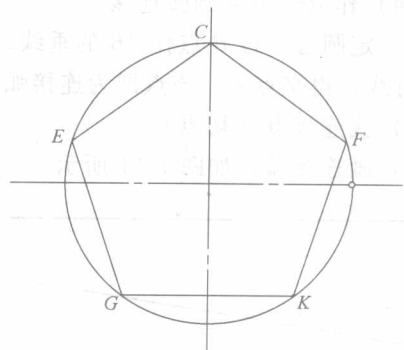

图 1-6 五角星图形的绘制 (四)
- (5) 作正五边形 顺序连接圆周各等分点，即为正五边形，如图 1-6 所示。